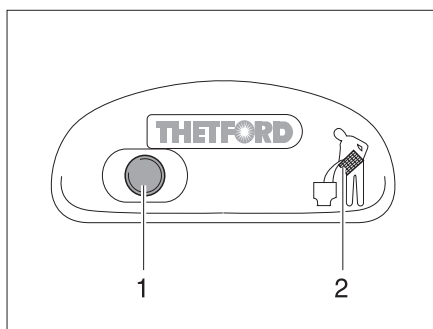
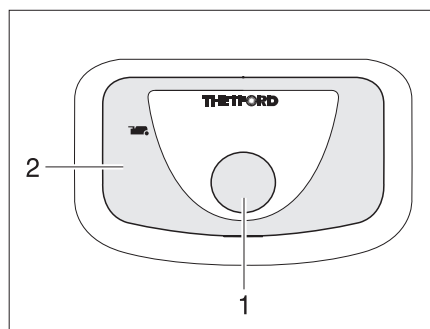

Fig. 230 Bouton pour la chasse d'eau/ voyant de contrôle des toilettes Thetford
Fig. 231 Bouton pour la chasse d'eau/ voyant de contrôle des toilettes Thetford (alternative)
- Pour actionner la chasse d'eau, appuyer sur le bouton bleu (Fig. 230,1 ou Fig. 231,1).
Le voyant de contrôle (Fig. 230,2 ou Fig. 231,2) s'allume lorsque la cassette Thetford doit être vidée.